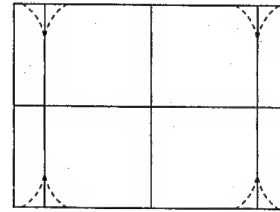

Abb. E7
- Mit den Pfeiltasten "◀" und "▶" die Eckbereiche auf geringste Verzerrung einstellen (siehe Abb. E7).